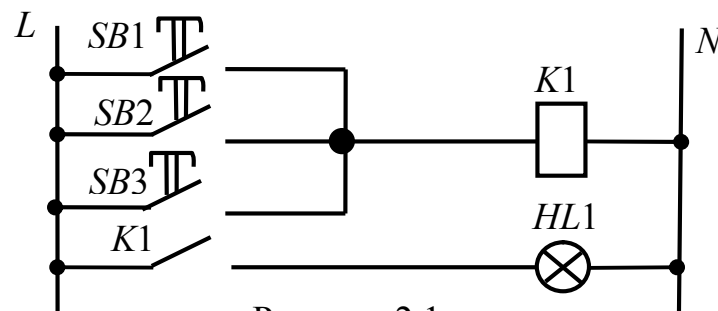

Рисунок 2.1, а
2. Схема, которая реализует операцию "И" (рис. 2.1, б). В этой схеме реле $K1$ включается только при замыкании всех кнопок $SB1$, $SB2$, $SB3$.